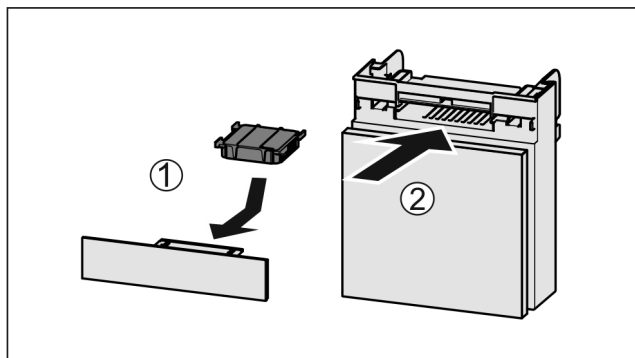

Fig. 116
- ▶ Wkładać Fig. 116 (1) filtr z węglem aktywowanym zgodnie z ilustracją.
- ▶ Wsunąć komorę Fig. 116 (2).